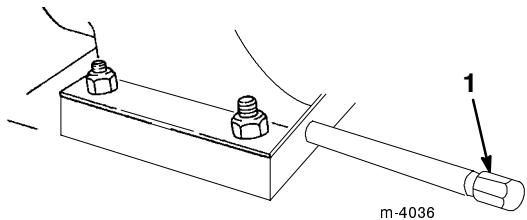

Figure 20
2. Nettoyez autour du bouchon de vidange d'huile (Fig. 20).
3. Placez le bac de vidange sous le tube de vidange, et retirez le bouchon (Fig. 20).